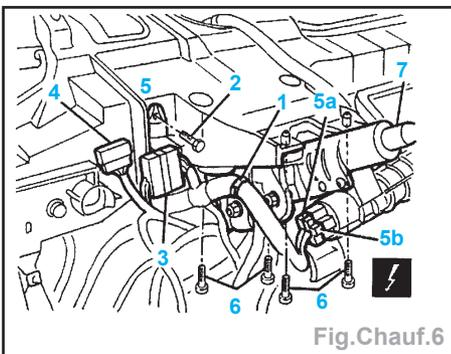

Fig.Chauf.6
- la vis (2), déplacer le support (3) après avoir coupé le collier (1) (Fig.Chauf.6).
- Débrancher les connexions du barillet de contact (5a et 5b), déposer les vis (6) et abaisser la colonne de direction (7) (Fig.Chauf.6).